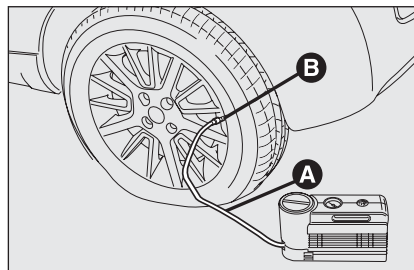

fig. 9
- Serrer le frein à main.** Dévisser le capuchon de la valve des pneus, extraire le tube flexible de remplissage **A**-fig. 9 et visser la bague **B** sur la valve du pneu;